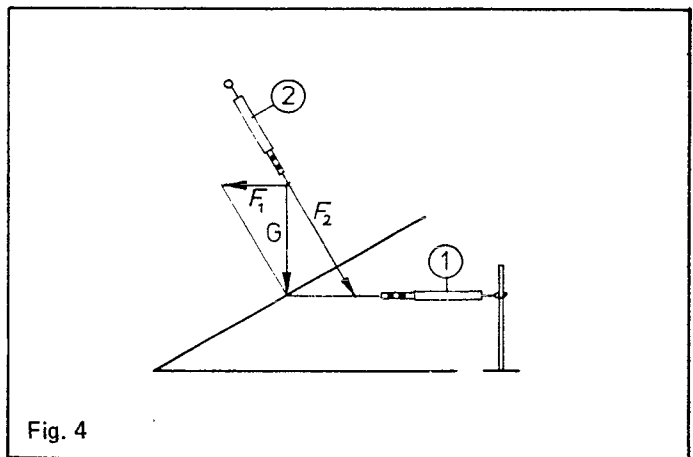

Fig. 4
3.3 Kräfte an der Schiefen Ebene; Anwendung auf die Schraube (Fig. 4)